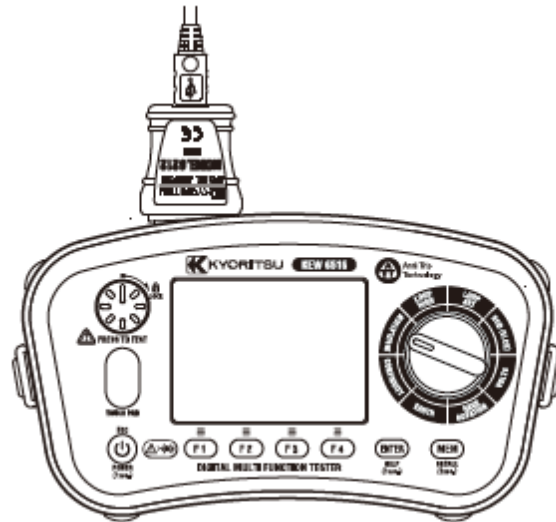

Fig.17-2
- (1) Connectez le modèle 8212USB au port USB d'un PC. (Pilote spécial pour le modèle 8212USB devrait être installé. Voir le manuel d'instruction manuel pour le modèle 8212USB pour plus de détails).
- (2) Insérer le modèle 8212USB dans le KEW 6516/6516BT comme indiqué à la figure 17-2. Les cordons de test doivent être retirés du KEW 6516/6516BT à ce moment.
- (3) Mise sous tension du KEW 6516/6516BT. (N'importe quelle fonction est OK).
- (4) Démarrer le logiciel spécial "KEW Report" sur de votre PC et configurer le port de communication.